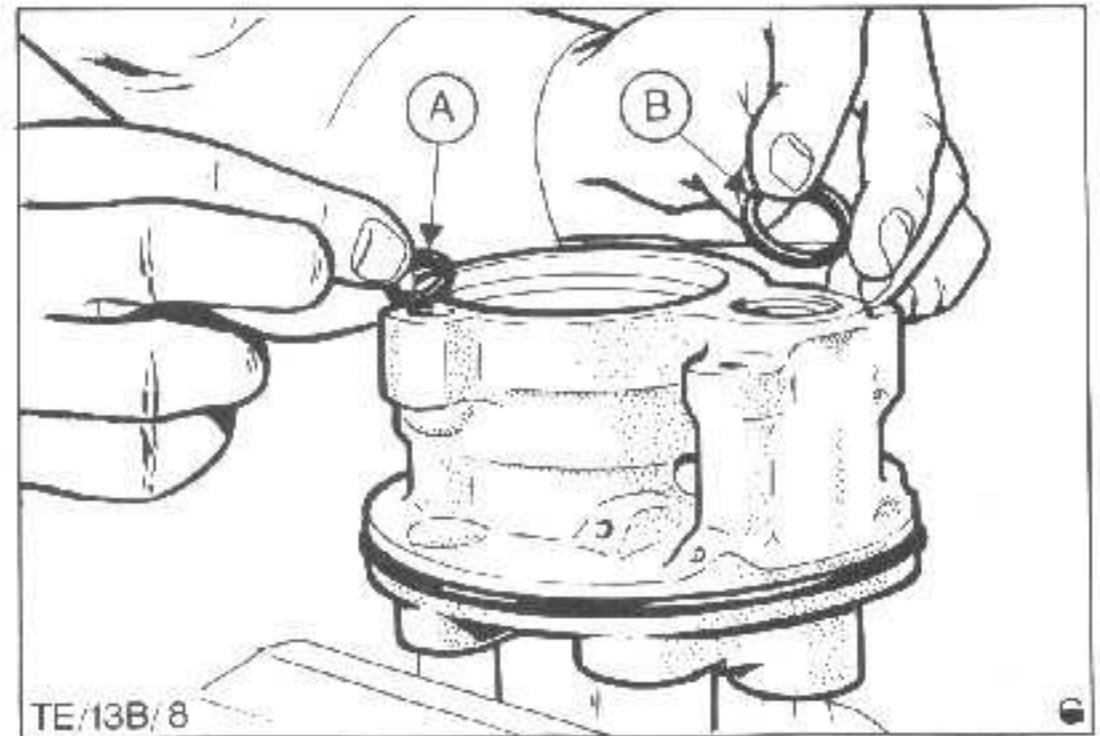

Abb.65 Dichtung einsetzen
27. Neue Dichtringe ("A" und "B") in die Gehäusevertiefungen einlegen, Abb.65. Anschließend neuen O-Ring (Ölvorratsbehälter) mit Hydrauliköl benetzen und montieren.